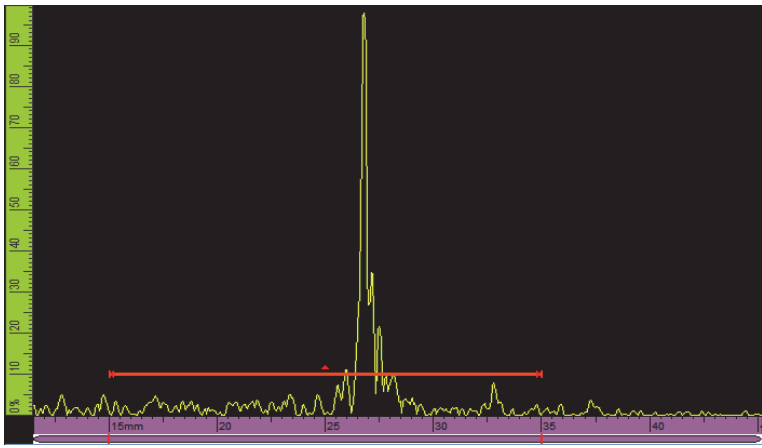

图 1 闸门上的视觉参考标记
- **要将某个闸门设置为当前闸门**，则点击这个闸门。在编辑模式下，点击闸门的左端，打开闸门**起始**参数弹出按钮。在编辑模式下，点击闸门的中部，打开闸门**阈值**参数弹出按钮。在编辑模式下，点击闸门的右端，打开闸门**宽度**参数弹出按钮。闸门较短时，用户有可能点击不了闸门的某个特定区域。视觉参考标记会表明闸门上可以点击的部分（参见第 3 页的图 1）。